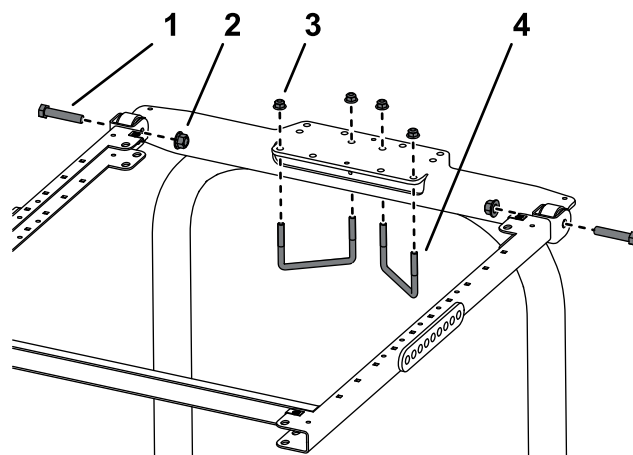

Рисунок 16
7. Установите раму в сборе на монтажный кронштейн ROPS (Рисунок 16)
8. Используя монтажные отверстия, показанные на Рисунок 16, прикрепите каждый монтажный кронштейн ROPS к верхней части защитной дуги с помощью 2 U-образных болтов (4 7/8 x 2 3/4 дюйма) и 4 фланцевых гаек.
6. Установите монтажный кронштейн ROPS на верхнюю часть защитной дуги тягового блока (Рисунок 16).